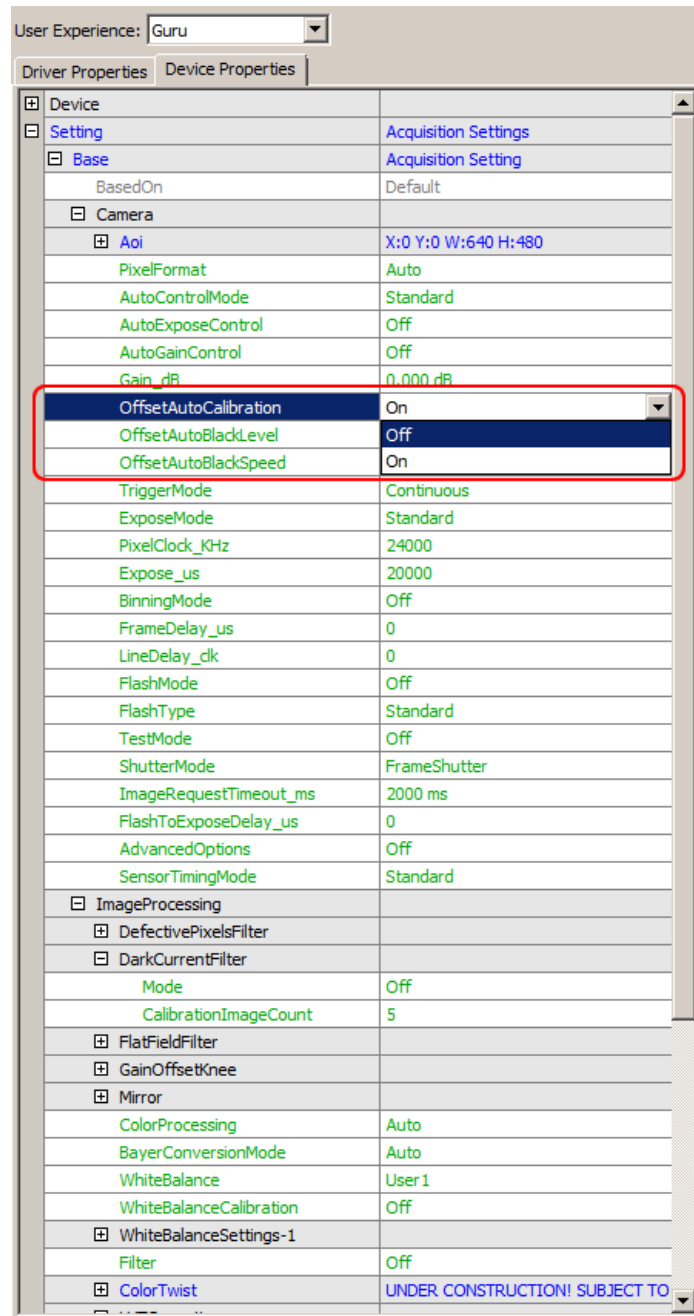

Abbildung 4 OffsetAutoCalibration = Off
- *OffsetAutoCalibration* = *Off* (siehe Abbildung 4)